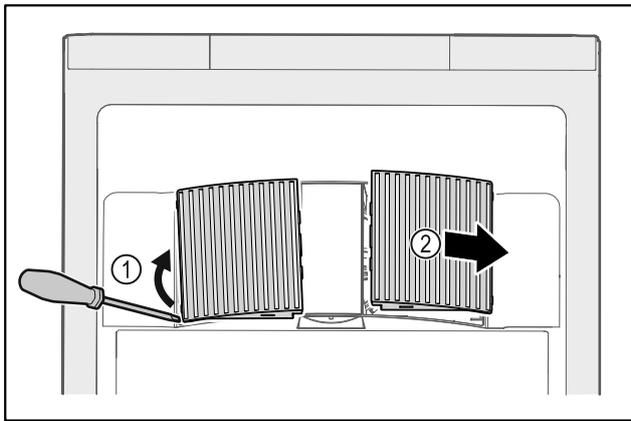

Fig. 126
- ▶ Ventilatorabdeckungen vorsichtig von der Seite heraushebeln Fig. 126 (1) und nach vorne abnehmen Fig. 126 (2).